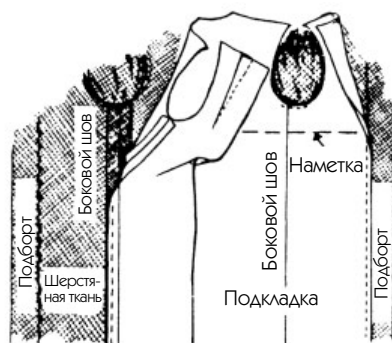

Рис. 208
5. Положите всю нижнюю часть спинки изделия на стол изнанкой кверху (рис. 208).
— Возьмите подкладку лицевой стороной кверху и совместите разутюженные швы пройм, начиная от их низа (рис. 208).
6. Соедините полочки с подбортами на той же высоте. Приметайте, формируя небольшой запас на подгиб вдоль всего борта (рис. 208).